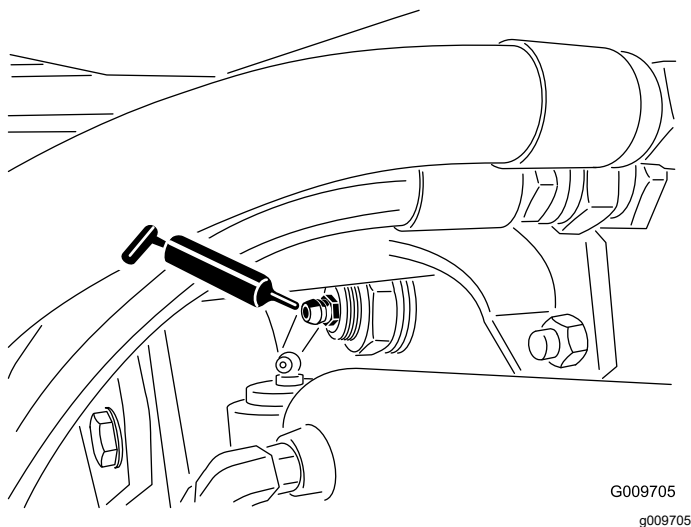

**Figura 82**
- Buce de pivotare a axului spate (2), aa cum se arată în Figura 82